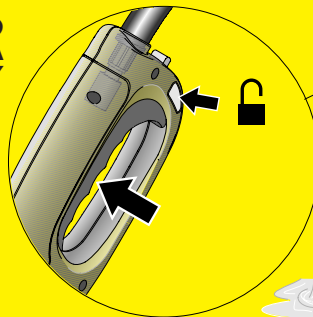

Fig. 17
3. Liberen la seguridad de la pistola si está bloqueada. (Fig. 17) Como se indica en la pag.33.